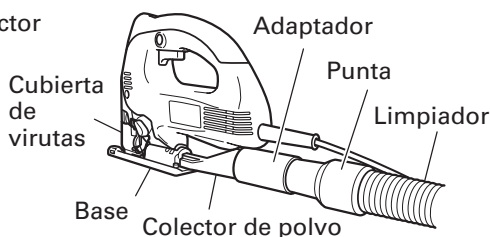

Fig. 20
- (4) Conecte el colector para polvo con el adaptador. (Fig. 20)
- (5) Conecte el adaptador con la punta del limpiador. (Fig. 20)